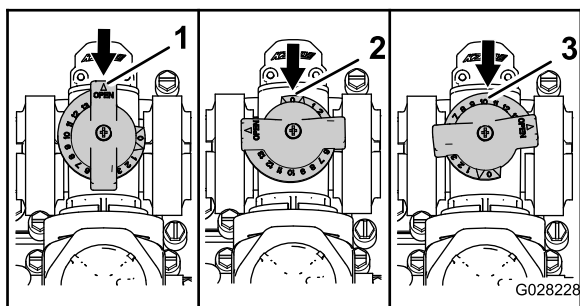

Figura 130
- A válvula de distribuição da agitação está na posição totalmente ABERTA, como se mostra na Figura 130.
- A válvula de distribuição da agitação está na posição FECHADA (0), como se mostra na Figura 130.
- A válvula de distribuição da agitação está numa posição INTERMÉDIA (ajustada em relação ao indicador de pressão para o sistema de pulverização), como se mostra na Figura 130.